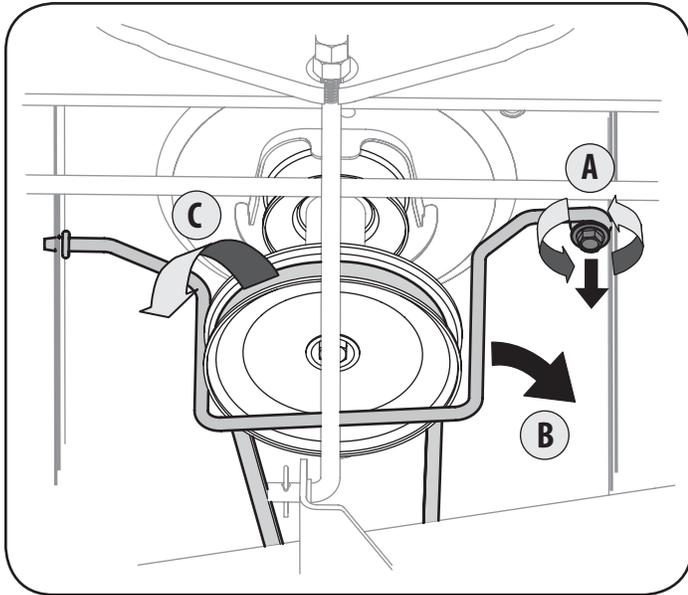

Figure 24
3. Extracción de la auto-Tornillo (A) que asegura el cinturón-Rod de todo poseedor de la polea del motor del tractor, a continuación, quitar la varilla poseedor del cinturón (B). Véase la Figure 24.
4. Retire la correa (C) de alrededor de la polea del motor del tractor. Véase la Figure 24.